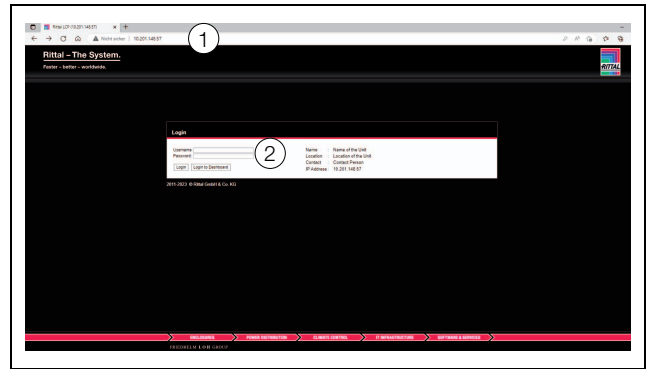

Abb. 93: Anmeldebildschirm bei einer HTTP-Verbindung
- Geben Sie im Browser die Adresse **http://192.168.0.190** ein (Abb. 93, Pos. 1). Es wird der Anmeldedialog zur Anmeldung am Gerät angezeigt.
- Melden Sie sich als Benutzer **admin** mit dem Kennwort **admin** an (Abb. 93, Pos. 2).